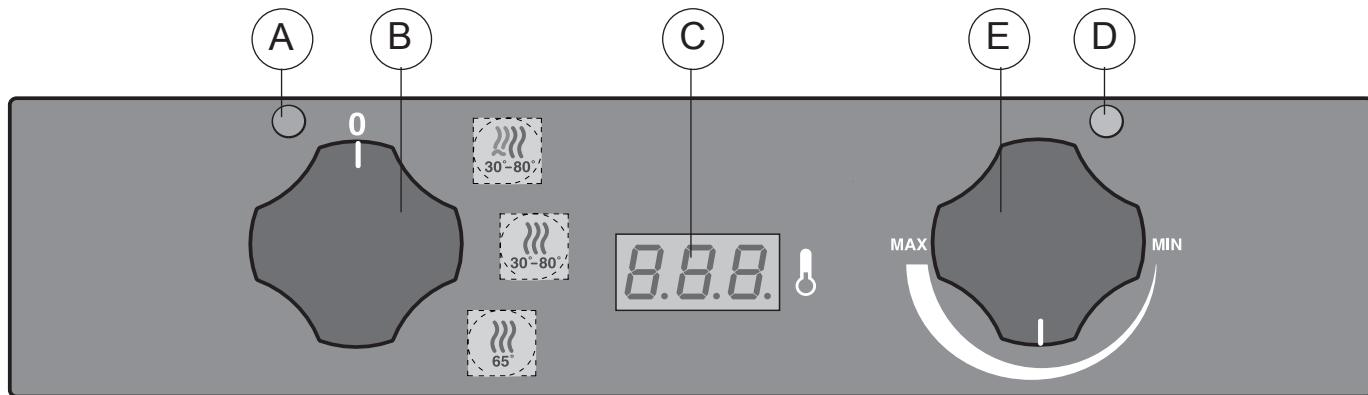

Fig. 4
- 30 - 80 °C pour réchauffer ou faire lever des aliments avec ou sans humidification du compartiment. La température sera contrôlée à l'aide du thermostat "E" et sera affichée sur le thermorégulateur "C" (fig. 4).
3. MISE EN MARCHE (fig. 4)
3.1 DESCRIPTION BANDEAU DE COMMANDE (fig. 4)
3.2 MISE EN MARCHE (fig. 4)
4.1 CYCLE "CHAUFFAGE AVEC HUMIDIFICATION" POSITION "1" (fig. 4)
4.2 CYCLE "CHAUFFAGE SEC" POSITION "2" (fig. 4)
4.3 CYCLE " CHAUFFAGE POUR GARDER AU CHAUD" POSITION "3" (fig. 4)